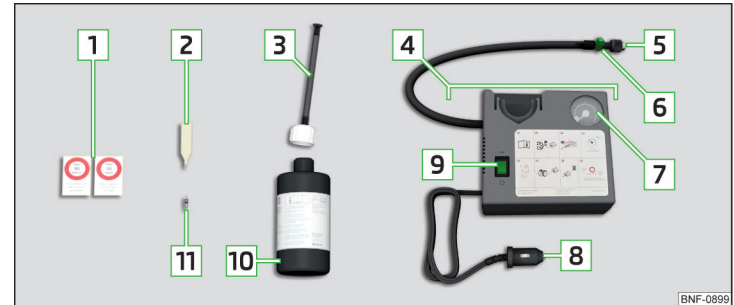

Abb. 345 Pannensetbeschreibung
- › Den Ventileinsatzdreher  » **Abb. 345 auf Seite 311** auf den Ventileinsatz stecken, sodass der Ventileinsatz in den Schlitz des Ventileinsatzdrehers passt.
- › Den Reifenfüllschlauch  » **Abb. 345 auf Seite 311** fest auf das Reifenventil schrauben.